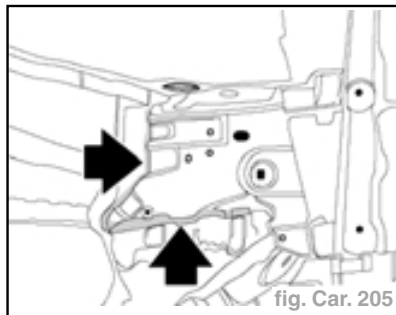

fig. Car. 205
- Bien fermer par des cordons de soudure supplémentaires sous gaz protecteur la partie avant de longeron moteur sur les zones d'accostage dans les zones repérées (fig. Car. 205).